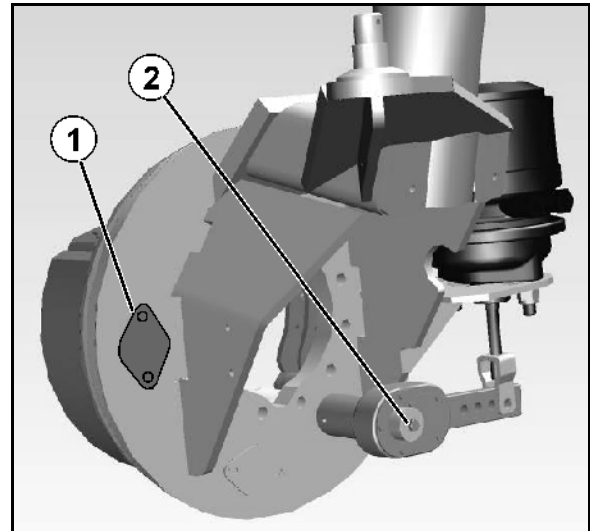

Bild 159
I ankarplattan på bromstrumman finns ett kontrollfönster (Bild 159/1) där slitaget på bromsbeläggen kan kontrolleras.
2. Vrid in skruven (Bild 159/2) helt och hålllet och lossa den med en 1/4 omvridning.